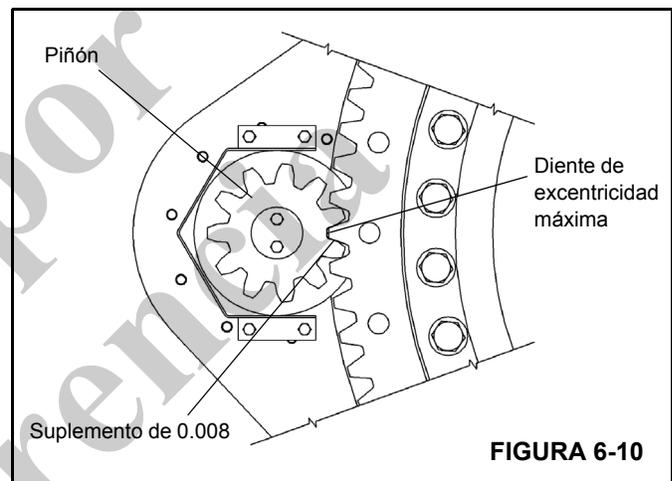

FIGURA 6-10
NOTA: Si se va a instalar un cojinete nuevo, será necesario instalar también un piñón nuevo. Alinee el punto alto (excentricidad máxima) del cojinete con el punto alto del piñón nuevo (Figura 6-10).
6. Instale el piñón del mando de giro de modo que su punto alto (excentricidad máxima) quede alineado con el punto alto del cojinete de la torreta. Compruebe el juego entre dientes con un suplemento de 0.008 pulg (0.203 mm) de grosor (Figura 6-10). Si es necesario mover el piñón para obtener el juego entre dientes apropiado, consulte a su distribuidor local National Crane.